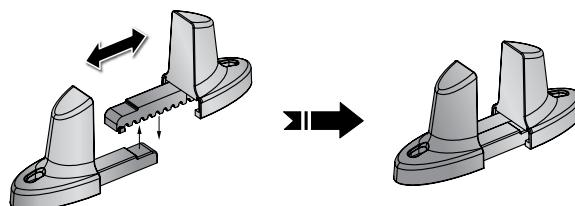

Рис. 3-8. Соберите опоры для вертикальной установки (опциональные)
- 4 Соберите опоры для вертикального монтажа в соответствии с размером ИБП. Для этого необходимо выступы вставить в соответствующие впадины. См. Рис. 3-8.